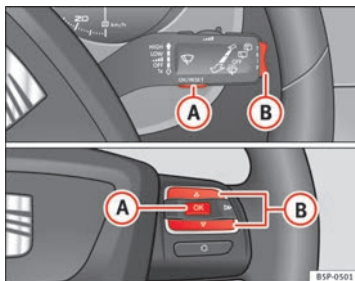

Abb. 41 Wipptasten A und B. Bedienelemente am Lenkrad.
- Zum Umschalten von einem Speicher auf einen anderen drücken Sie bei eingeschalteter Zündung kurz die Taste $\Rightarrow$ Abb. 41 **A** am Scheibenwischerhebel oder die Taste **A** der Bedienelemente am Lenkrad $\Rightarrow$ Abb. 41.